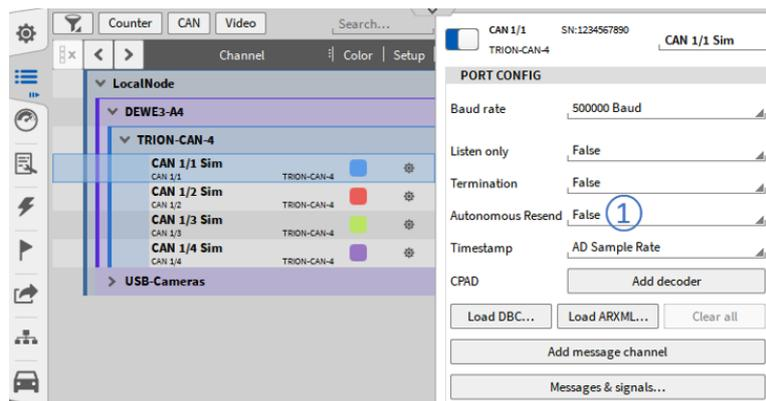

Abb. 7.214: Autonomous resend Option
Die Option Autonomous Resend (siehe ① in Abb. 7.214) bietet die folgende Funktionalität für CAN-Ports, die Daten übertragen: